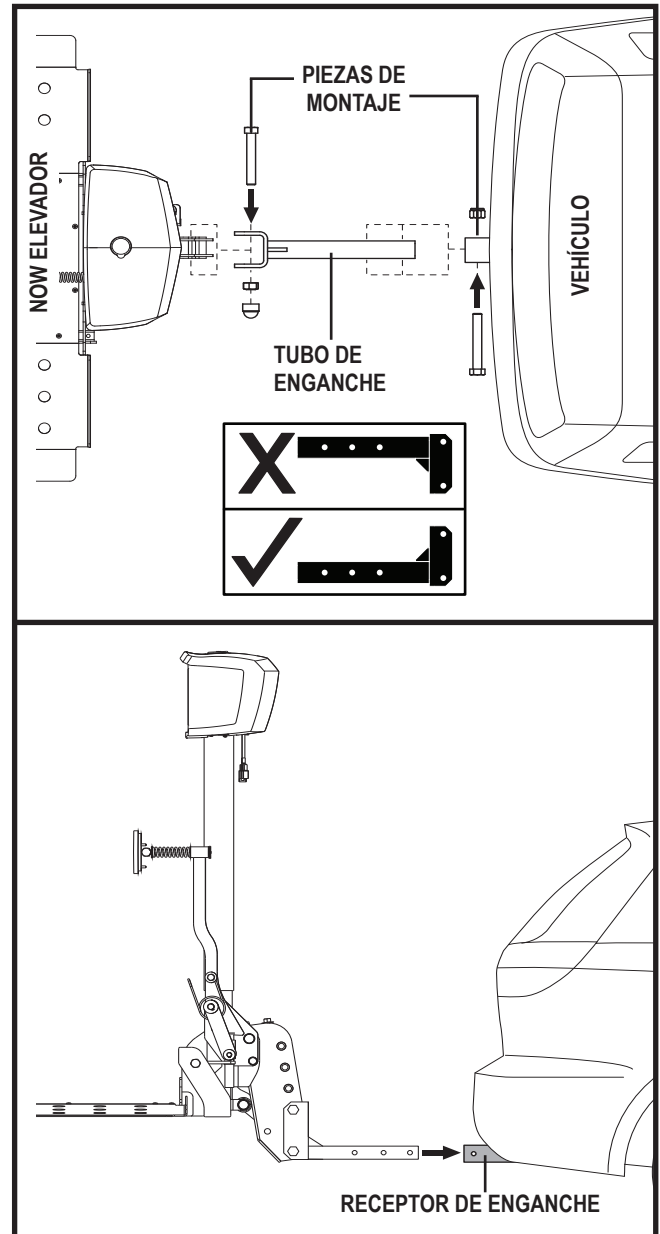

Figura 7. Montaje del tubo de enganche
2. Asegúrese de que el tubo de enganche esté orientado correctamente como se muestra en la **figura 7**, y coloque el tubo de enganche en el elevador con los accesorios de montaje extraídos anteriormente. Realice la instalación en el sentido indicado en **la figura 7**.
3. Deslice el tubo de enganche en el receptor de enganche del vehículo alineando los orificios de junto al elevador con los orificios del receptor. **Ver figura 7.**
4. Afiance el tubo de enganche con el perno y la tuerca suministrados, introduciendo el perno en la parte fileteada del tubo de enganche. **Ver figura 7.**